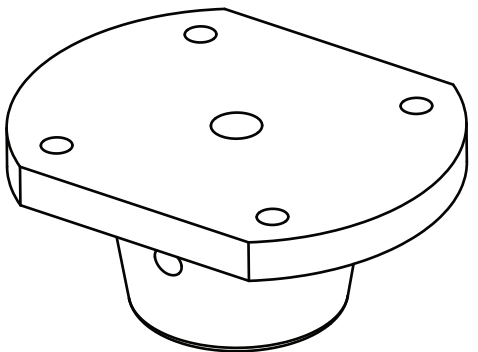

Figure 3
3. Locate the mounting holes to install upper pivot support with (4) 1/2” x #8 truss head screws. (See figure 3)
3. Positionner les trous et installer le pivot du haut au avec les 4 vis a tet truss 1/2” x #8. (Voir le figure 3)